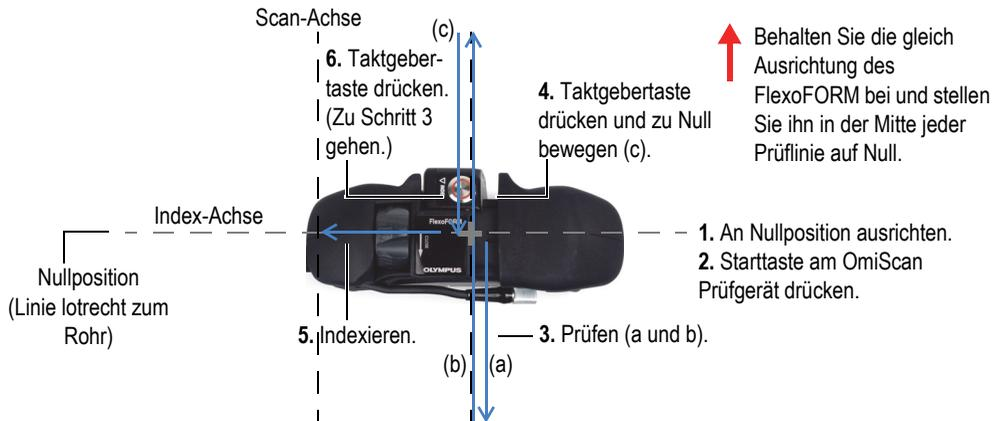

Abbildung 4-4 Prüfmuster für einen Rohrbogen
3. Bewegen Sie den FlexoFORM Scanner auf der Prüflinie und achten Sie auf den Gerätebildschirm, um sicherzugehen, dass alle Prüfdaten aufgezeichnet wurden. Das empfohlene 360°-Prüfmuster für ein Rohr (oder Rohrbogen) wird in Abbildung 4-4 auf Seite 39 abgebildet.